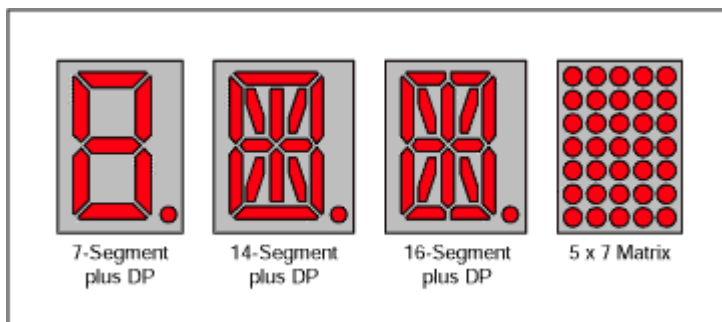

Figura 6. 7 segmentos, 14 segmentos, 16 segmentos y matricial de 5 x 7.
El muy familiar display numérico de 7 segmentos, el cual sufre actualmente de una numeración incorrecta dado que existe un octavo led para el punto decimal (DP), y el un tanto menos familiar display "estrella" los cuales son referidos de forma semejante como displays de 14 o 16 segmentos, ignorando el punto decimal una vez más. Los displays estrella proporcionan un medio económico de mostrar los 26 caracteres del alfabeto romano en mayúsculas así como también los dígitos del 0 al 9. La diferencia entre el display de 14 y el de 16 segmentos, es que el segmento superior e inferior en el de 16 esta dividido en dos, mejorando con ello la apariencia de algunos caracteres, **figura 6**.